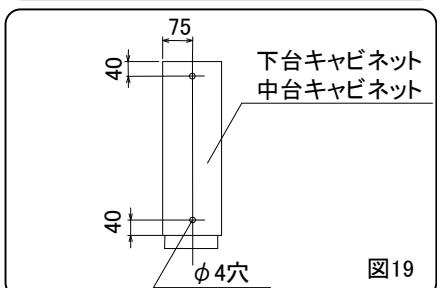

図19
- ②下台キャビネット天板に下穴(Φ4穴)を加工してください。(図19)